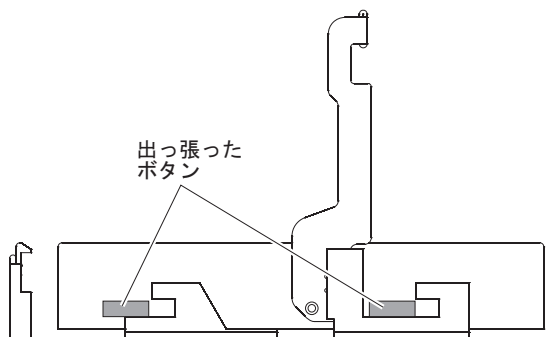

図 48. ドライブの位置合わせ
- b. 図 48 のように、各側面にある 2 つの出っ張ったボタンを、ドロワーのドライブ・チャンネルの対応するすき間に合わせます。